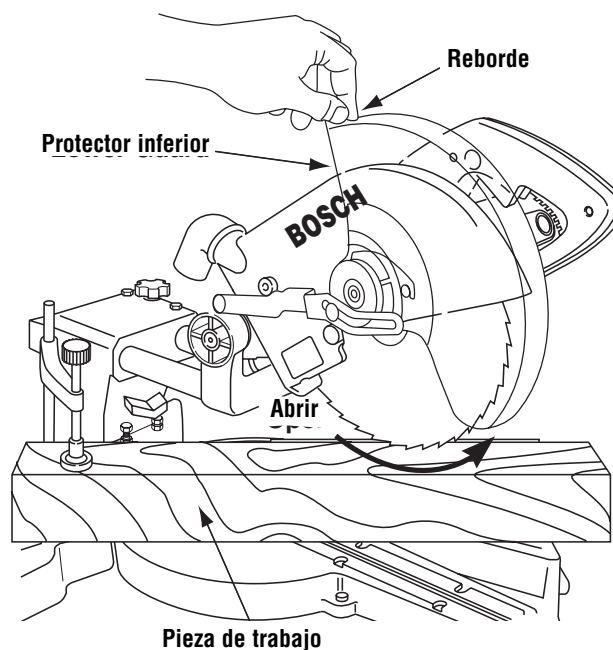

Figura 19. Subida del protector inferior
- La pieza de trabajo debe sujetarse firmemente con abrazaderas. Esto deja libre una mano para subir el protector por el reborde justo lo suficiente para que no toque la pieza de trabajo (Figura 19).